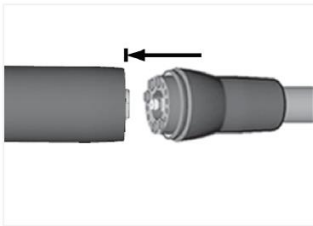

图2
2. 如图2所示，将马达与专用连接线（带有MCX型接头）连接。